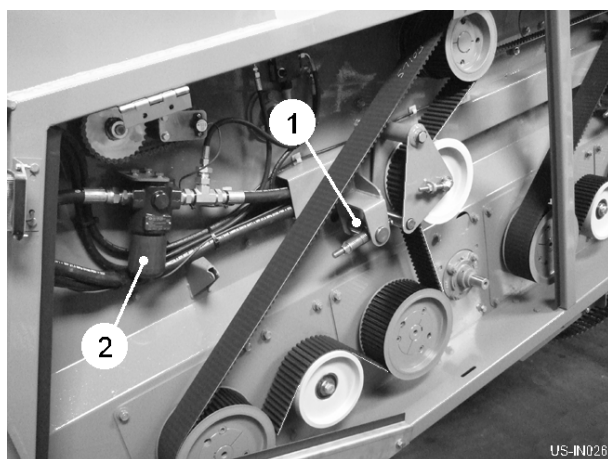

Fig 18
De tandede drivremme har justeringsanordninger (item 1, fig. 18), som er synlige, når den relevante beskyttelsesdæksel er åbnet. Korrekt remspænding opnås, når fjederen trykkes sammen, indtil den flugter med kanten af styrepladen (ca. 35 mm).
Et trykfilter (item 2, fig 18) er monteret i forsyningsledningen fra traktoren. Elementet skal udskiftes efter de første 50 timers driftstid og derefter årligt eller derefter hver 500 timer.